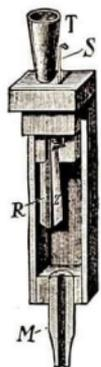

Abb. 206
a) Bei der **Zungenpfeife** (Abb. 206) wird die Luft zunächst in eine Windlade geblasen. Dadurch wird eine Zunge, die das einmündende Pfeifenrohr R abschließt, in Schwingung versetzt und hierdurch schließlich auch die Luft im Rohr zum Mitschwingen (= Tönen) veranlaßt.